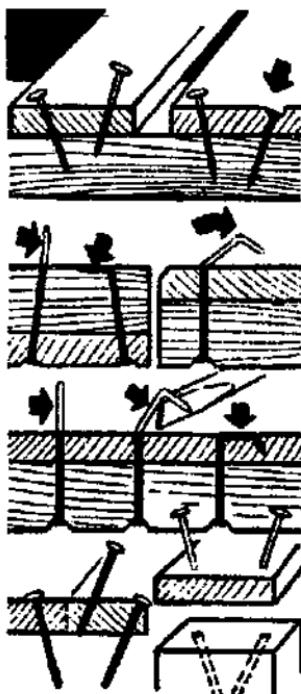

Рис. 28. Забивание гвоздей.
- ✓ **Забивание гвоздей наискось.** Если между досками не должно оставаться зазора, то гвозди следует забивать наискось в сторону стыка (рис. 28). Этим же способом забивают гвозди и в тех случаях, когда прибиваемые доски сжаты клиньями или струбцинами. В крайнюю доску нужно забить на один гвоздь больше. Такое скошенное положение гвоздя